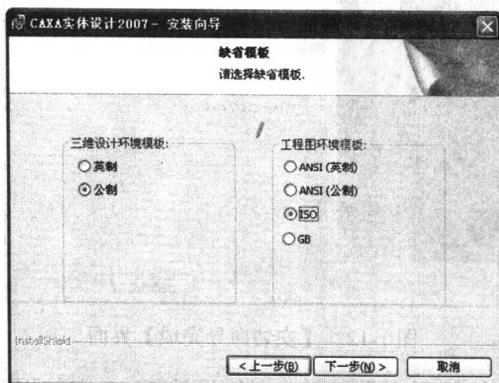

图 1-9 【缺省模板】界面
(8) 单击 **下一步(N) >** 按钮进入【缺省模板】界面，设置选项如图 1-9 所示。